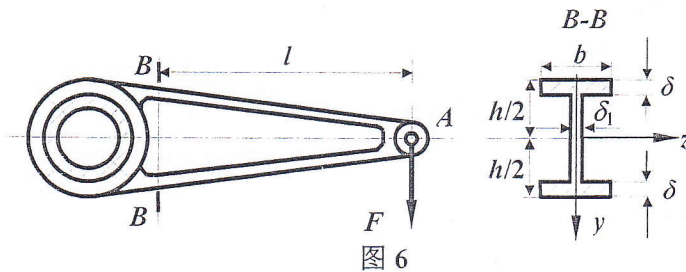

图6
6、如图6所示摇臂，承受载荷 $F=3\text{ kN}$ 作用。已知 $l=60\text{ mm}$ ， $h=30\text{ mm}$ ， $b=20\text{ mm}$ ， $\delta_1=2\text{ mm}$ ， $\delta=4\text{ mm}$ ， $I_z=2.92\times 10^{-8}\text{ m}^4$ ， $W_z=1.94\times 10^{-6}\text{ m}^3$ ， $[\sigma]=160\text{ MPa}$ ，试校核横截面 $B$ 的强度。当危险点处于复杂应力状态时，按第三强度理论校核其强度。(15分)